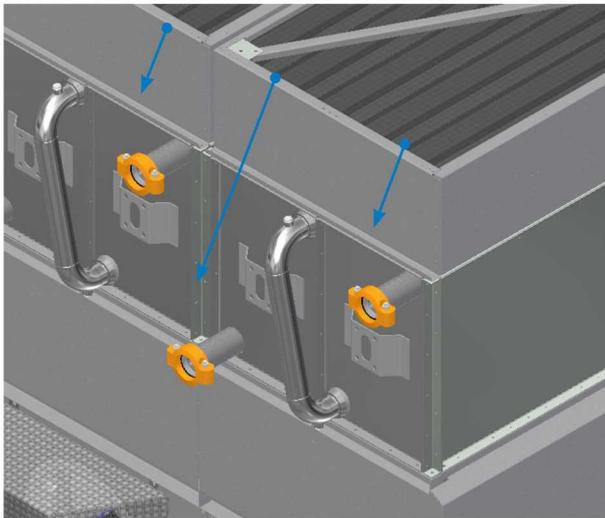

Abbildung 20 Anbringen der flexiblen Kupplung (serieller Durchfluss dargestellt)
1. Bringen Sie die flexible Kupplung ND80 (Victaulic BAC Nr. 202174M6) am hCore™-Wärmetauschtechnologiesystem an. Siehe Abbildung 20.